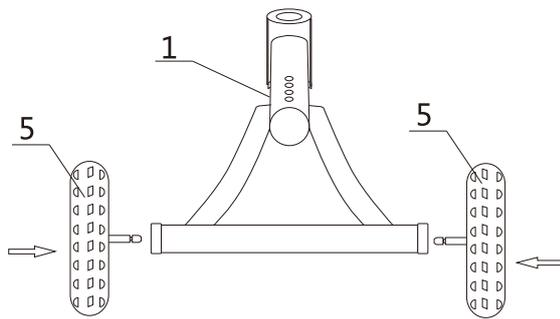

Figura. 1
1. Quando le ruote posteriori sono pronte per l'installazione, inserire gli assi delle ruote posteriori alle due estremità' del tubo di asse posteriore della struttura fino a quando si sente lo scatto della molla. Dopo l'installazione delle ruote posteriori, tirare le ruote in direzione orizzontale su entrambi i lati per assicurarsi che si siano bloccate bene (figura 1).